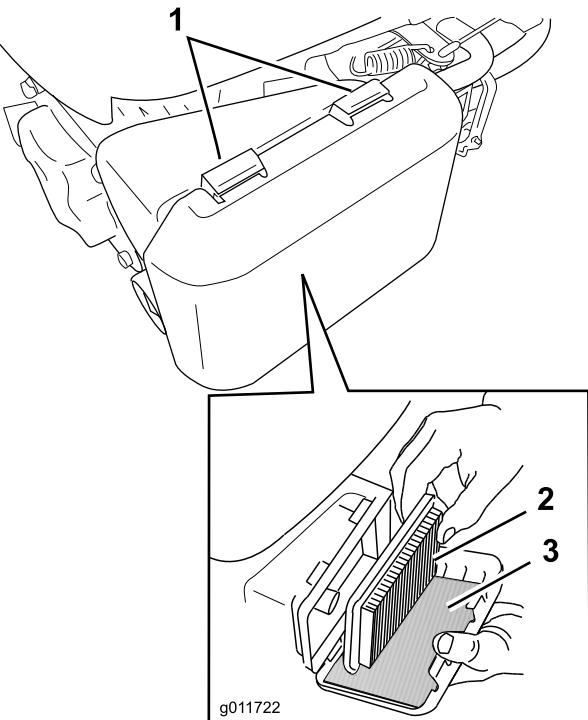

Figure 25
- Appuyez sur les languettes de verrouillage en haut du couvercle du filtre à air (Figure 25).
3. Retirez l'élément en papier et le préfiltre en mousse (Figure 25).